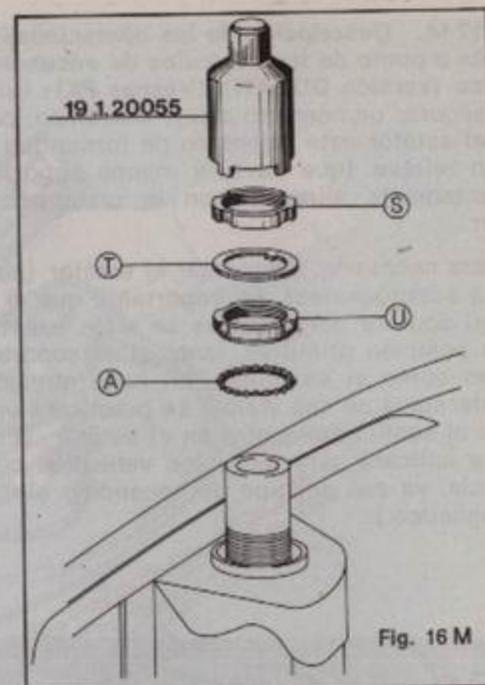

Fig. 16 M
Fig. 16 M. Tuerca cojinete superior dirección: Sosteniendo el grupo dirección para evitar el giro, introducir la jaula de bolas y enroscar a mano la tuerca «U», llevándola en contacto con la jaula, con la llave dentada **0014566** ó (**19.1.20055**), continuar atornillando hasta que la dirección misma gire libremente, es decir, hasta conseguir un apriete de $5 \div 6$ Kgm.; girar ahora en sentido inverso la tuerca «U», aproximadamente 1/4 de vuelta, que serán $80^\circ - 90^\circ$. Seguir montando la arandela de tope «T» y el casquillo «S», bloquear este último con la llave **0014566** (**19.1.20055**) con un par de $3 \div 4$ Kgm.
- Pueden utilizarse los útiles indicados en la fig. 16 o figura 17 M, indistintamente.